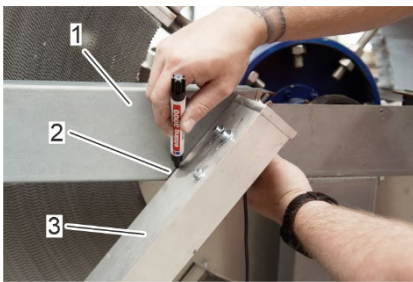

Abbildung 26: Markierung der Position auf der Reinigungsschiene
- Markieren Sie die Position (Abbildung 26/2) der Reinigungsschiene (Abbildung 26/3) auf dem Querträger (Abbildung 26/1) des Rahmens des Rotationswärmetauschers mit einem gut sichtbaren und wasserfesten Stift, wenn der Luftstrom vertikal getrennt ist. Bei einer horizontalen Luftstromtrennung muss die Position der Reinigungsschiene auf dem Querträger markiert werden.